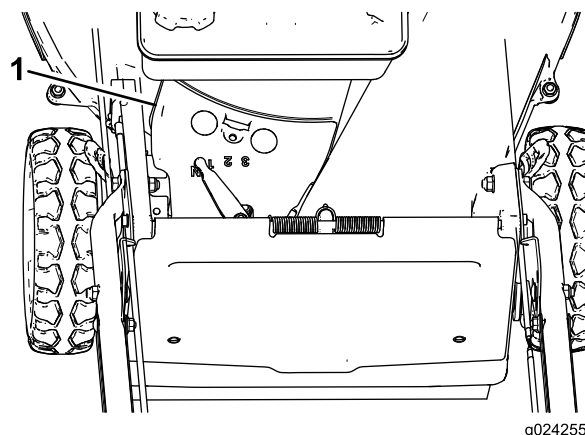

Figure 34
3. Déposez le couvercle de courroie (Figure 34) du carter du plateau de coupe.